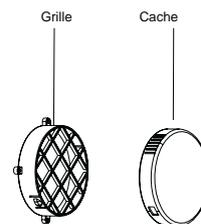

Fig. 5
- Percez un trou dans un mur extérieur ou dans une vitre de fenêtre. Respectez bien la hauteur et les dimensions du trou dans la vitre. (Fig. 5 et 6).
- Reliez le tuyau d'évacuation (12) au trou prévu à cet effet derrière l'appareil.